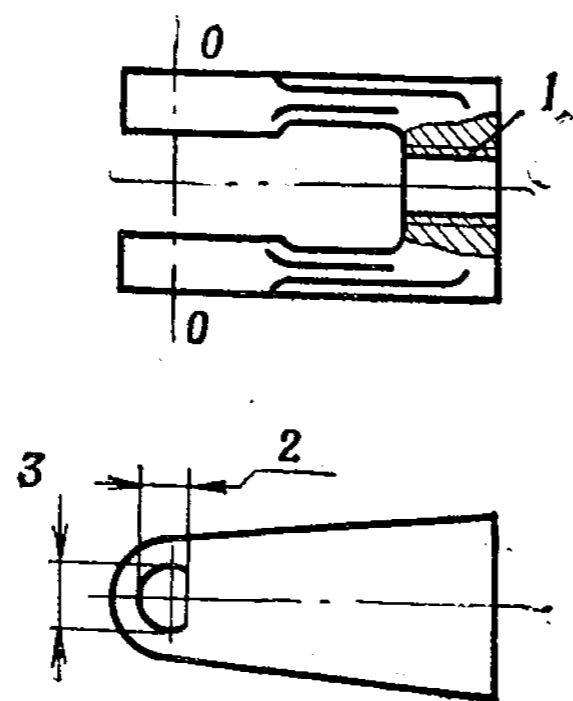

Рис. 92. Опорная вилка оттяжного рычага
4. Опорная вилка оттяжного рычага (рис. 92).